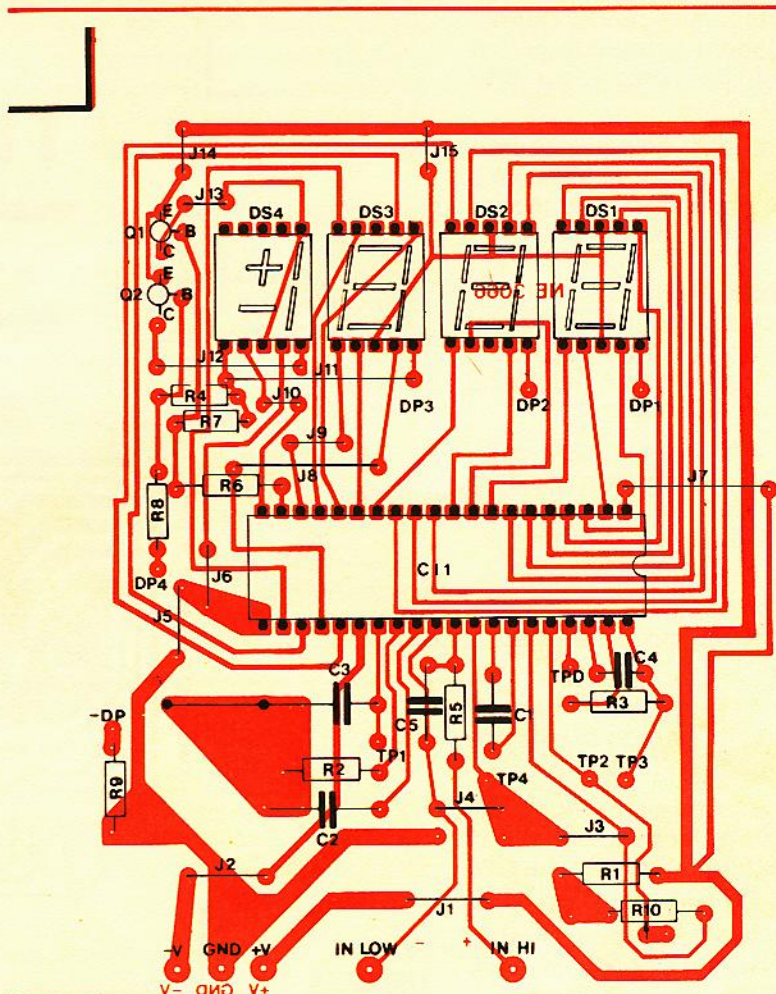

FIGURA 16
Começemos com o circuito padrão, cuja placa aparece na figura 16, vista pelo lado dos componentes, em transparência. Naturalmente, você deve estar com todo seu instrumental de montagem em ordem, ou seja, soldador de 30 W, alicate de bico, alicate de corte e uma lixa fina ou bombril.
Tudo verificado, apanhe a placa e comece fixando todos os 15 «jumpers» (J1 a J15, na figura 16), utilizando pedaços de fio nu.
grado. Proceda com ele da maneira como aconselhamos e não haverá problemas. Caso você tenha optado pela colocação do soquete, basta inserir o integrado no mesmo, com cuidado, verificando se nenhum pino foi entortado e, também, a posição correta de montagem. Conforme mostra a figura 16, a pequena meia-lua, existente numa das pontas do encapsulamento de CI1, deve ficar voltada para o lado direito da placa de circuito impresso.
- Instale CI1 na placa, de acordo com a posição indicada na figura 16;